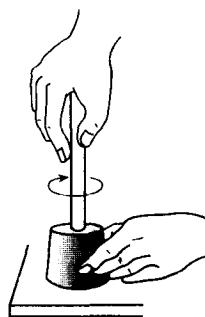

图 3
2. 塞子的钻孔 在胶塞上钻孔时应选择比要插入塞子的玻璃管略____一些的钻孔器,钻孔时,把胶塞直立在桌上,____向上。在要钻孔的部位,使钻孔器与塞面____以_____方向向下转动(如图 3)。